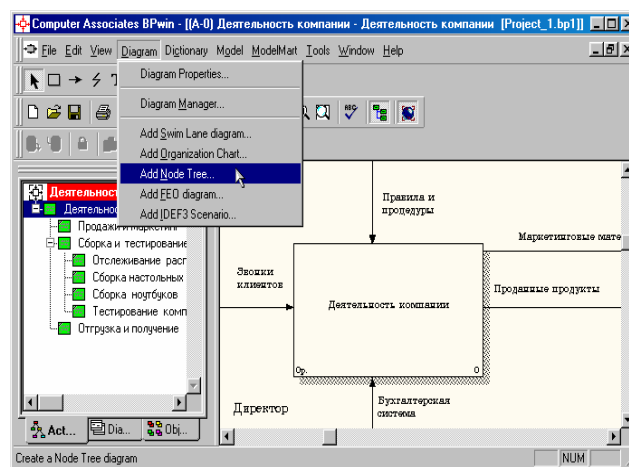

Рис. 60. Пункт главного меню **Diagram/Add Node Tree**
1. Выберите пункт главного меню **Diagram/Add Node Tree** (рис. 60).